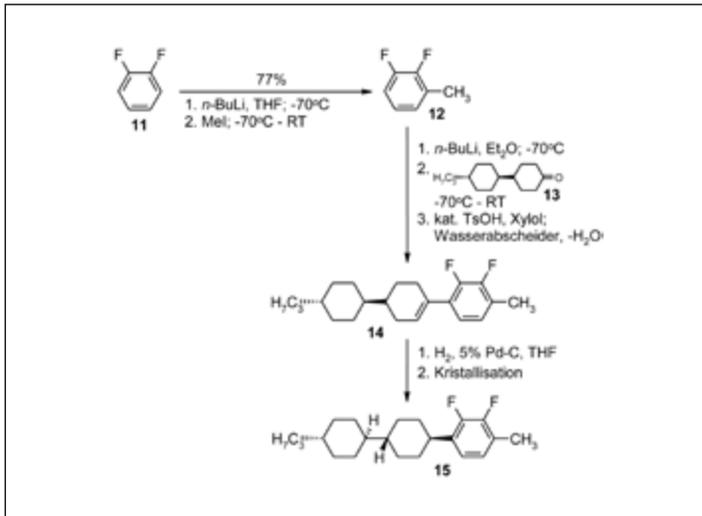

Abb. 4 Die Synthese von Flüssigkristallen für VA-LCDs mithilfe der ortho-Lithierung als Schlüsselschritt
Moleküllängsachse orientiert sind. Die Synthese der Verbindungen (Abb. 4) geht von 1,2-Difluorbenzol (11) aus, das durch eine Sequenz von ortho-Lithierungen schrittweise derivatisiert wird. Diese Chemie, die bei Temperaturen um die -80°C durchgeführt werden muss, um die explosive Zersetzung der primären Lithierungsprodukte zu verhindern, stellte die industrielle Verfahrensentwicklung zu Beginn vor eine neue Herausforderung. Anfangs wurden die Synthesen in Tieftemperaturapparaturen unter Kühlung mit flüssigem Stickstoff durchgeführt. Mittlerweile kommt auch die Mikroreakorteknik zum Einsatz: Sie gewährleistet eine hocheffiziente Abführung der Reaktionswärme und minimiert das Sicherheitsrisiko dadurch, dass nur kleinste Mengen an reaktiven Intermediaten vorliegen.
Für die oben geschilderten Verfahren wurden menschliche Chemokine und Varianten dieser Proteine in Bakterien hergestellt und weiter modifiziert. Mit diesen modifizierten Chemokinen lassen sich auch ganz andere Versuche durchführen: Man kann mit ihnen Muster auf Oberflächen herstellen, um die Migration von Neutrophilen zu steuern. Dabei stellt sich die Frage, welche Muster von Chemokinen von den Zellen als Gradient wahrgenommen werden und sie zur Wanderung veranlassen. Auch muss geklärt werden, inwiefern die Orientierung der Proteine auf der Oberfläche eine Rolle spielt, also ob ein stärkerer Effekt erzielt wird, wenn die Rezeptorbindungsstelle aller Proteine gezielt von der Oberfläche weg zeigen muss oder ob eine statistische Orientierung der einzelnen Moleküle ausreicht. Dazu werden künstlich hergestellte Chemokine so modifiziert, dass sie über eine bestimmte funktionelle Gruppe an der passend modifizierten Oberfläche verankert werden können (Abb. 4).
Abb. 4 Linienmuster, die eine ansteigende Oberflächenbedeckung mit Chemokinen vorgeben, können von Leukozyten als Gradienten erkannt werden und deren Bewegungsrichtung steuern – wenn die Auflösung des Musters fein genug ist, um vom Leukozyten erkannt zu werden.